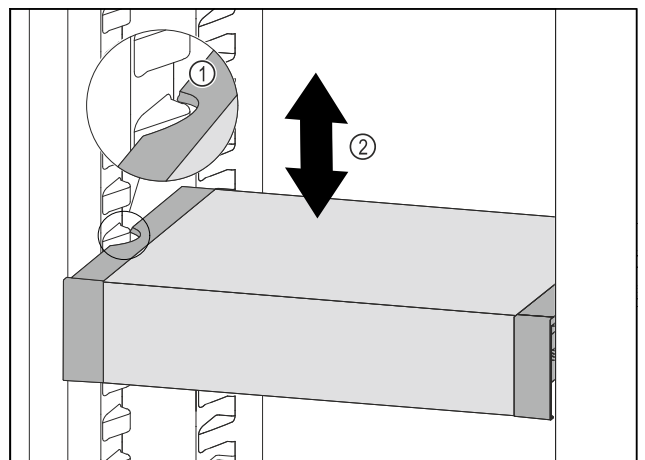

Fig. 179
- ▶ Потягнути VarioSafe вперед, поки бокові заглиблення VarioSafe не опиняться на рівні ребра для резервуара в охолоджувальному відділенні. Fig. 179 (1)
- ▶ Пересувайте VarioSafe вгору або вниз в охолоджувальному відділенні до тих пір, поки не досягнете бажаної висоти. Fig. 179 (2)